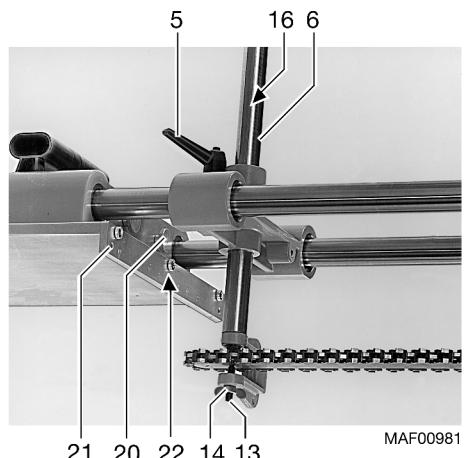

Abb. 3
- Am Schlitzgerät den Aufnahmeteil 3 (Abb. 3) ganz ausfahren.
- Zum Anbringen der Führungsschienenabstützung Gewindestift 13 (Abb. 3) nach Lösen der Flügelmutter 14 zurückdrehen, damit sich die Fräskette zwischen Gewindestift 13 und Abstützzapfen 15 (Abb. 3) hindurchbewegen lässt.
- Dann Gewindestift 13 (Abb. 3) mit Flügelmutter 14 sichern.
- Stützbrücke 4 (Abb. 3) zurückziehen.
- Gewünschten Abstand nach Maßstab 16 (Abb. 3) durch Verdrehen des Handgriffes 10 (Abb. 3) einstellen und Klemmhebel 5, 7 und 8 wieder festspannen.
- Nach dem Schwenken Schrauben 17 und 18 (Abb. 3) wieder festziehen.
Die Stemmtiefe kann durch Anschlag 19 (Abb. 3) begrenzt werden.
Nach dem Einstellen des Schlitzabstands Stützbrücke 4 (Abb. 3) zur bestmöglichen Abstützung der Führungsschiene ganz nach vorne schieben und einrasten lassen.
Haltespitzen 20 (Abb. 3) in Gewinde 21 einschrauben. Grundplatte nach Skala 22 ausrichten und voll gegen das Holz drücken.